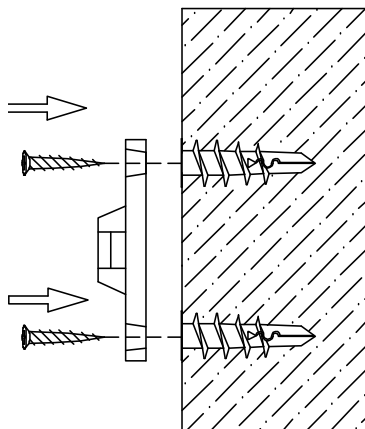

Figure 1
2) INSTALLATION DU SUPPORT CÔTÉ MUR : Placer le support le long des marques du montant choisi de manière à ce qu'il soit adjacent au poteau du meuble lorsque celui-ci sera placé à son emplacement final. Le support doit être environ DEUX pouces plus bas que la première couche. Utiliser DEUX vis de montage pour fixer le support au mur lorsqu'un ancrage est installé. Se souvenir de placer le support côté mur à la verticale de manière à ce que les deux vis s'enfoncent dans le montant choisi (voir la Figure 1).